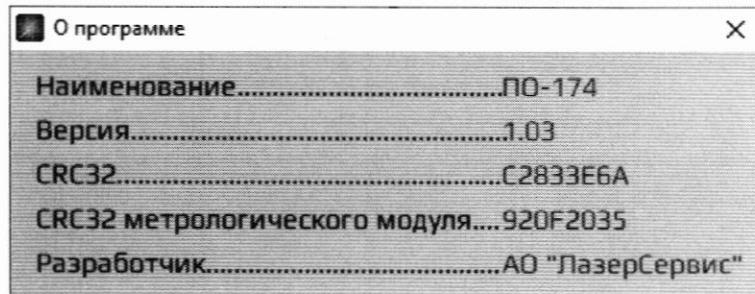

Рисунок 5 - Окно «О программе»
– нажать на клавиатуре консоли пользователя сочетание клавиш «Ctrl + I». Отобразится окно «О программе», рисунок 5, в котором приведены основные сведения о ПО.